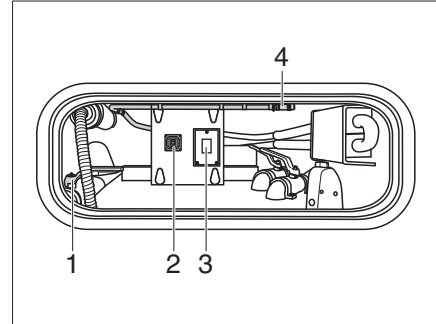

Fig. 369 Lavar el cassette del aseo con vibrador (vista del interior del compartimento de almacenamiento)
- Abrir la llave de vaciado (Fig. 369,1).
- Pulsar el interruptor (Fig. 369,3).
- Accionar el interruptor (Fig. 369,2) para la bomba de vaciado.
- Desenganchar el tubo flexible para la limpieza del depósito (Fig. 369,4) del compartimento de almacenamiento y conectarlo a una conexión de agua.
- Después del lavado, retirar la conexión de agua y guardar el tubo flexible para la limpieza del depósito (Fig. 369,4).
- Cerrar la llave de vaciado (Fig. 369,1).